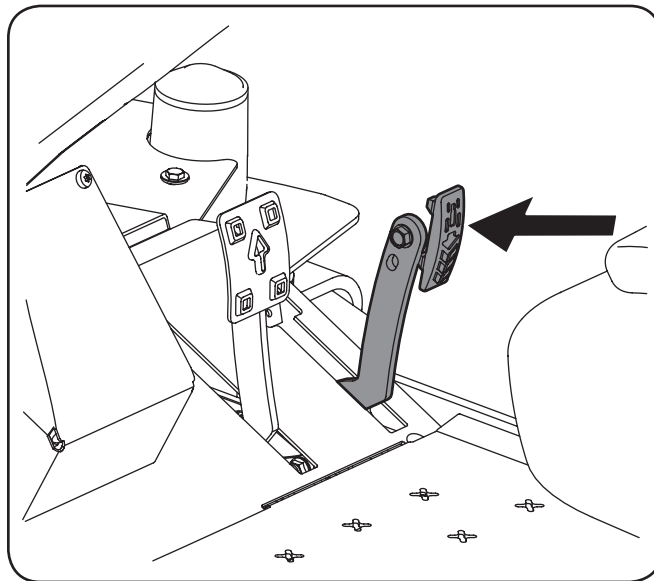

Figure 5-2
1. Appuyez doucement sur la pédale de marche arrière. Le tracteur commencera alors à reculer. Voir Figure 5-2.